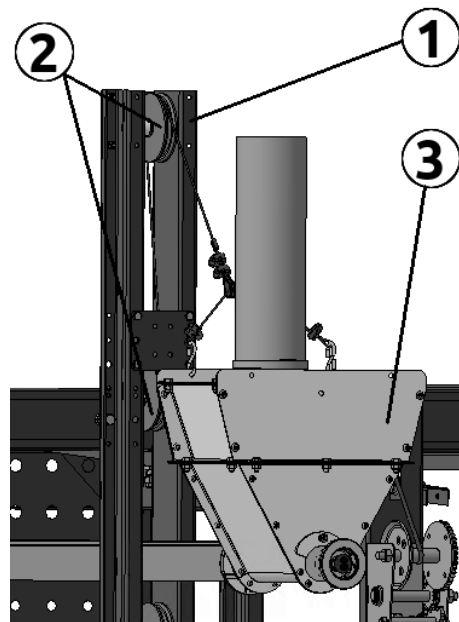

Рисунок 3.16
Трос проходит через ролики (3) и проложен в сторону передней и задней станций клеточной батареи по всей ее длине. Со стороны задней станции (приводной станции продольного удаления помета) к тросу крепится приводной узел линии кормления. На передней (натяжной станции продольного удаления помета) устанавливается (рис.3.16) подъемная стойка (1). Трос от подъемной лебедки прокладывается между роликами (2) в стойке и к нему крепится бункер линии продольной раздачи корма (3).